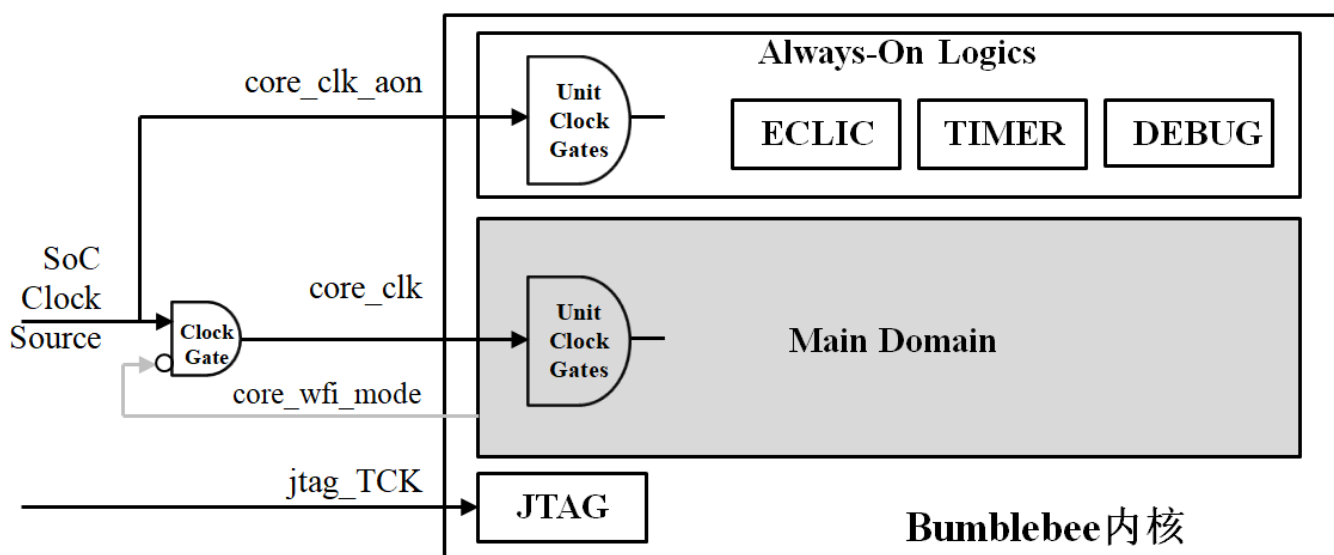

图 2-1 Bumblebee 内核时钟域示意图
Bumblebee 内核的时钟域划分如图 2-1 中所示, 整个处理器内核分为两个彼此异步的时钟域:
- 如图 2-1 中，当成功的执行了 WFI 后，Bumblebee 内核的输出信号 `core_wfi_mode` 会拉高，指示此处理器核处于执行 WFI 指令之后的休眠状态；SoC 系统层面可以使用 `core_wfi_mode` 控制外部的总门控时钟将处理器内核的主工作时钟 `core_clk` 关闭。